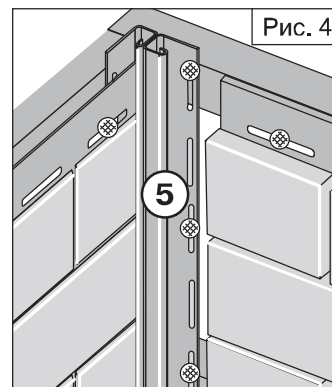
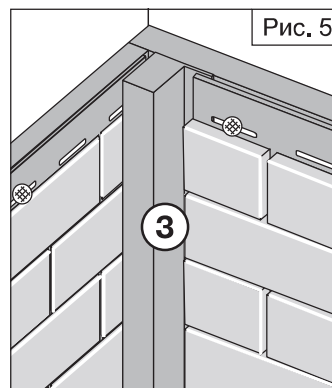
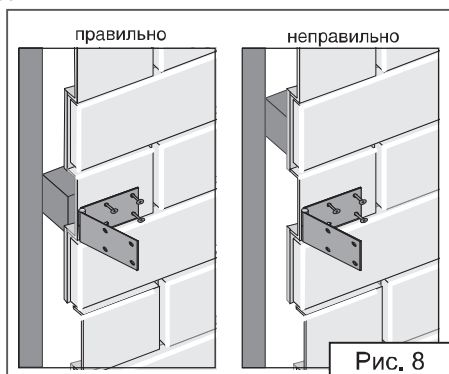

Рис. 4
Рис. 5
Рис. 8
5. Вертикально расположенные вспомогательные профили крепятся следующим образом: первый крепежный элемент устанавливается в верхнюю часть верхнего перфорационного отверстия каждого вертикального элемента, остальные – в центр перфорационных отверстий (рис. 4).
3. Затем устанавливаются все наружные углы и другие вспомогательные профили. Для оформления внутренних углов, обрамления оконных и дверных проемов рекомендуется использовать J-профиль (рис. 4) или бордюр (рис. 5). Также J-профиль используется в качестве финишного элемента (рис. 8).